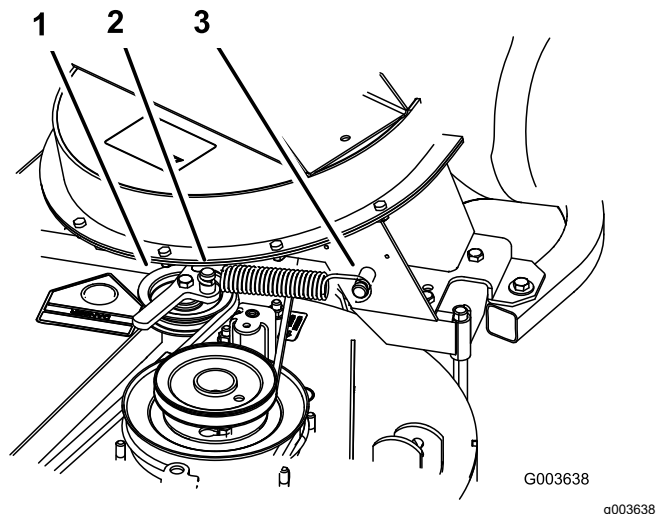

Figure 41
6. Installez le ressort comme montré à la Figure 41.